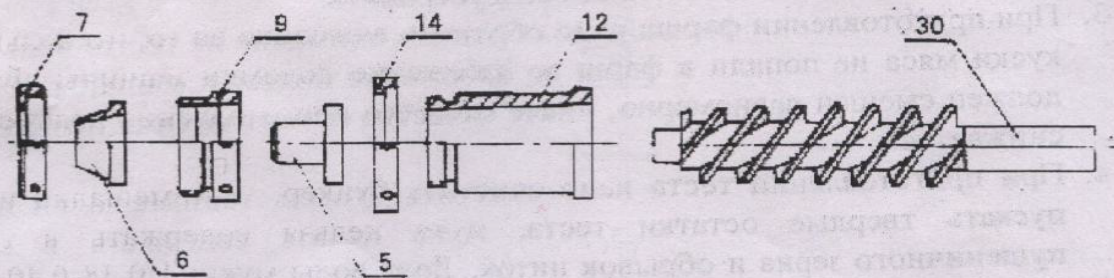

рис.9
- (1)Отвинтить рамку для формирования изделий(4).
- (2)Снять гайку(7), тестом отгалкивать наружную форсунку, отвинтить гайку(9),разобрать внутреннюю форсунку(5).
- (3)Снять гайку(14), тестом выталкивать тестофутляр(12), вынимать шнек для теста(30) и очистить его(см.рис.9).Убирать тесто в тесто-бункере(10) во избежание остатки теста, чтобы в следующей работе пельмени не были порчены.После каждой работы обязательно вымывать машину, иначе вспомогательные вальцы(32) трудно разобрать.